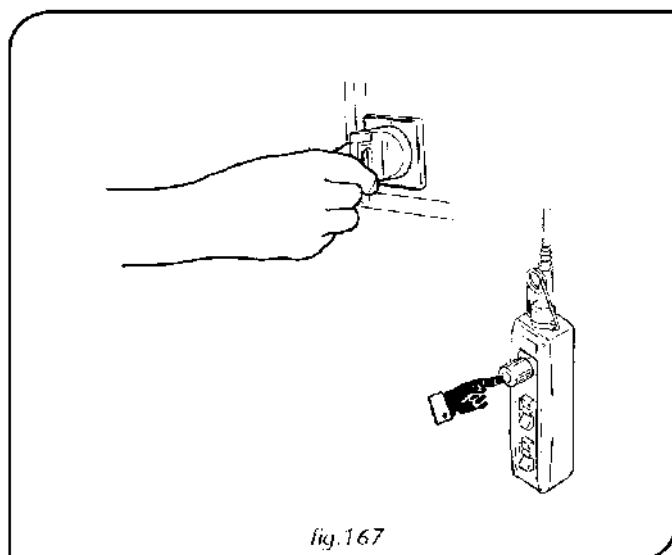

fig. 167
- Odłączyć zasilanie wózka wciskając przycisk awaryjnego zatrzymania i umieszczając dźwignię wyłącznika w pozycji "O" lub "OFF", zbliżyć się bezpiecznie do miejsca pracy na wysokości zabierając ze sobą panel przyciskowy, aby zapobiec operowaniu nim z ziemi (rys. 167).